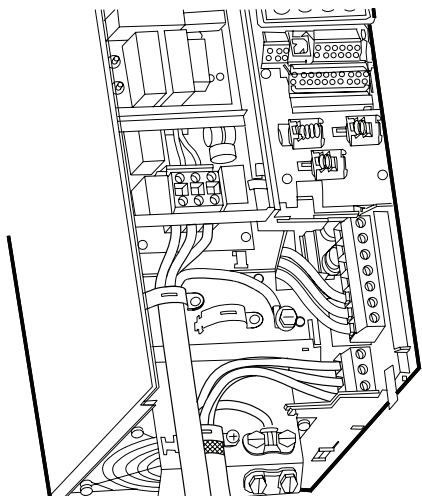

Рис. 16 Подключение питания и двигателя, корпус В3
1. Подключите заземляющий провод к клемме 95 (PE). См. рис. 16.
1. Подключите заземляющий провод к клемме 99 (PE). См. рис. 16 и 17.
2. Подключите провода двигателя к клеммам 96 (U), 97 (V), 98 (W).